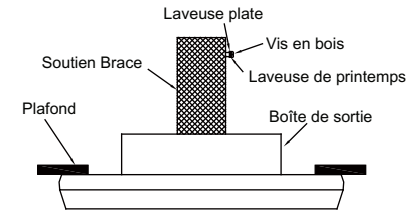

Fig. 13
Étape 1. Conduisez une vis en bois et des rondelles sur le côté de l'accolade qui tient la boîte de sortie. Laissez 3 mm (1/8 po) d'espace entre l'accolade de soutien et la rondelle. (Fig. 13)